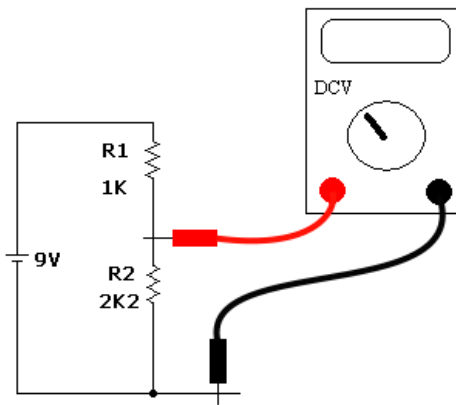
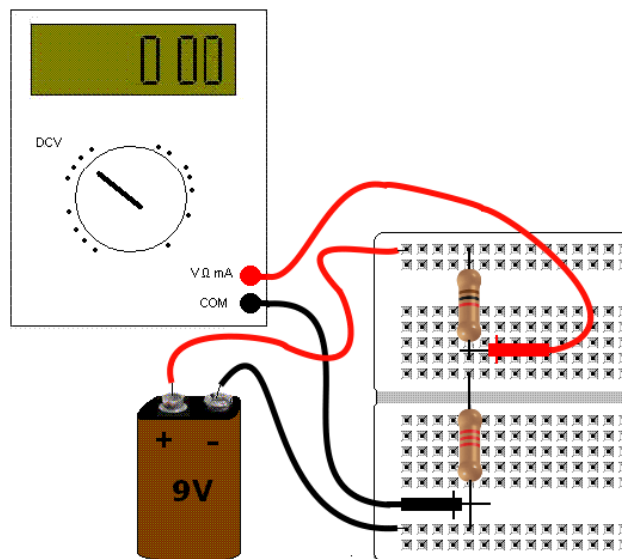

Figura 4 – Divisor de tensão sem carga
Figura 5 – Divisor de tensão sem carga - *layout* na MP
- 1) Para o circuito da Figura 4 calcule a tensão na carga (R_2), para cada valor de R_2 , anotando o valor na tabela 1.
- 2) Monte o circuito da Figura 4 de acordo com o *layout* sugerido da Figura 5. Meça a tensão na em R2, para cada valor de R2 da tabela 1